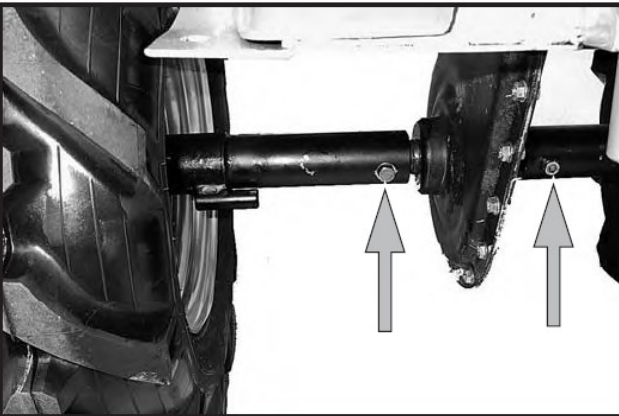

Fig. 7
2. Fit the wheel hubs on the tine shaft (fig. 7).
2. Die Radnaben auf die Hackenwelle montieren (Abb. 7).
2. Montare i mozzi porta-ruota sull'albero zappe (fig. 7).
2. Montar los cubos de las ruedas en el eje de las azadas (fig. 7).
2. Monter le moyeux porte-roue sur l'arbre houes (fig. 7).
2. Monte os dois cubos porta-roda no veio das enxadas (fig. 7).